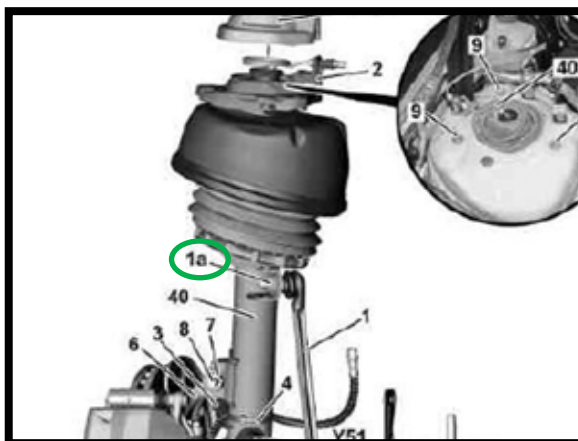

FIGURA 6 - #1a
8. RIMUOVERE IL COLLEGAMENTO TERMINALE DELLA BARRA STABILIZZATRICE. (FIGURA 6 - #1A)